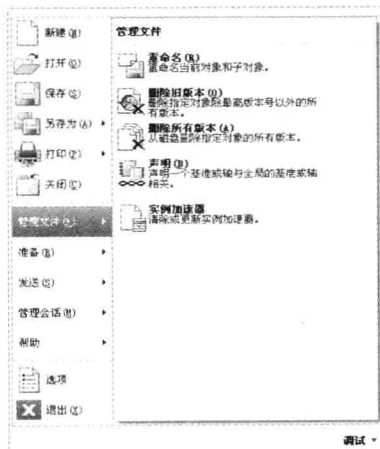

图 1-8 “文件”下拉菜单
- “文件”下拉菜单：其中包含新建、打开、保存、另存为、打印、关闭等文件管理工具，系统选项设置工具也在其中，如图 1-8 所示。